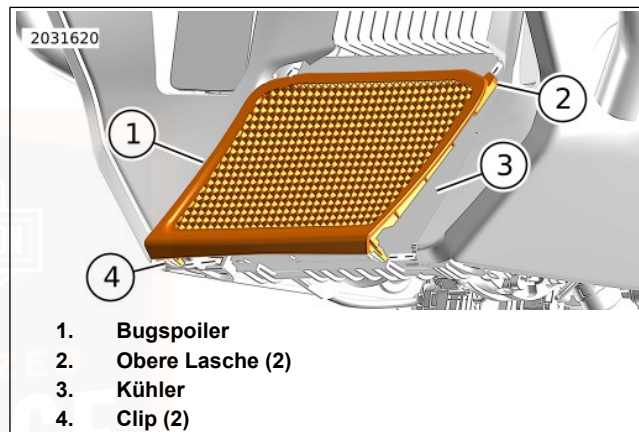

Abbildung 129. Bugspoiler (mit Verkleidungsunterteilen)
1. Siehe Abbildung 129. Bugspoiler ausbauen.
- a. Die Unterseite des Bugspoilers (1) gerade nach vorne ziehen, bis sich die Clips (4) lösen.
- b. Den Bugspoiler absenken, um die Laschen (2) oben zu lösen.
2. Ablagerungen von den Kühlerlamellen (3) entfernen.
- a. Sicherstellen, dass die Clips (4) am Bugspoiler (1) richtig sitzen.
- b. Den Bugspoiler mit den Laschen (2) in die Schlitzte einsetzen.